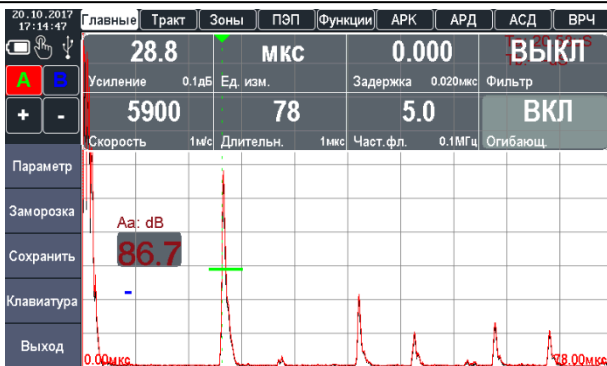

Рисунок 2.35 – Включение огибающей сигнала
7. Включить режим огибающей («ОГИБ») и зафиксировать максимальную амплитуду сигнала в зоне А от первого (ближнего) отражателя (рис. 2.35).